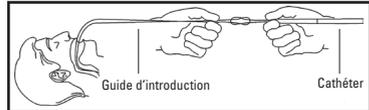

Figure 5
- Saisir l'extrémité de dilatation entre le pouce et l'index, serrer les boucles de manière à créer un nœud (Figure 5).